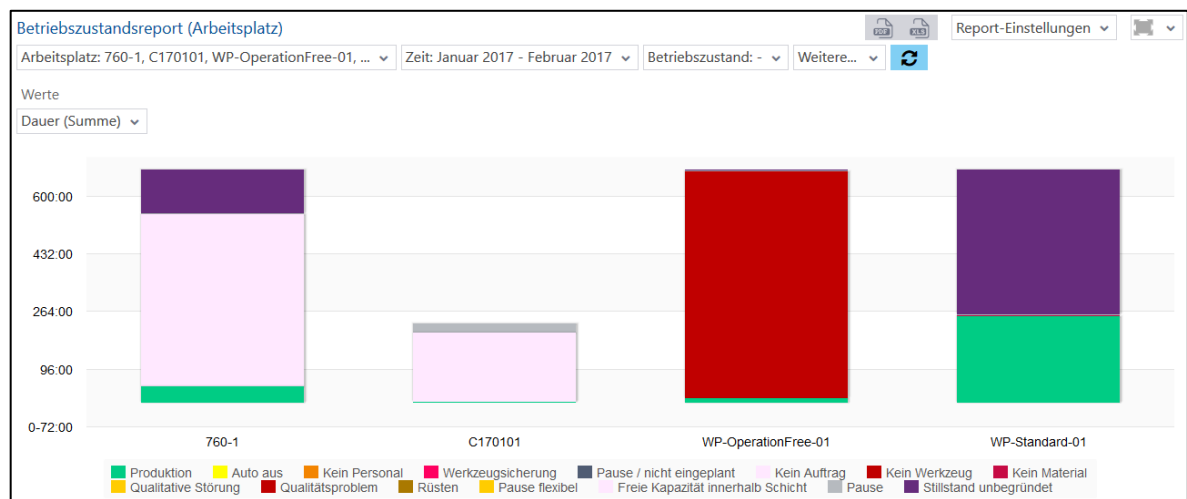

Bild 55: Betriebszustandsreport (Arbeitsplatz) als Säulendiagramm
- Betriebszustandsreport (Arbeitsplatz) als Säulendiagramm (Bild 55):